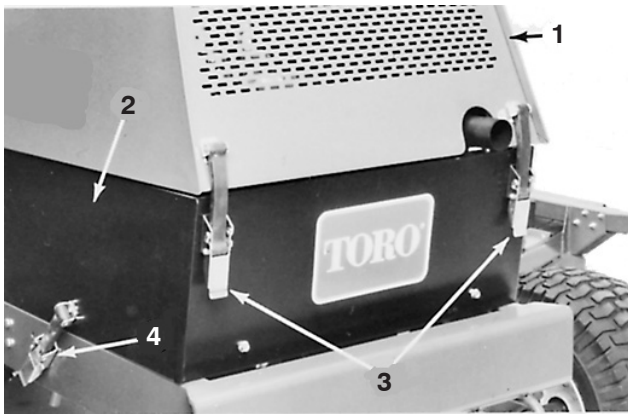

Bild 25
1. Entriegeln Sie die Motorhaube, heben Sie sie an und stützen Sie die geöffnete Motorhaube ab. Nehmen Sie das linke Seitenteil ab (Bild 25).